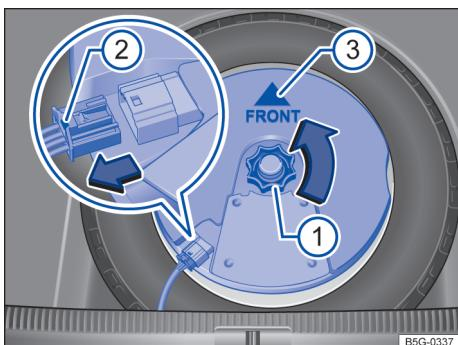
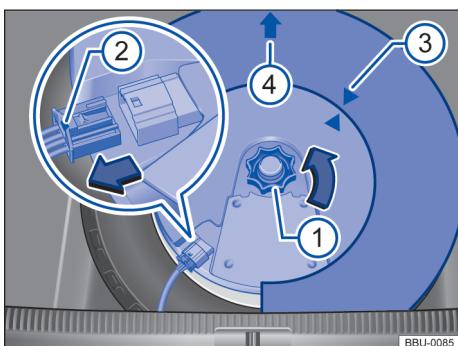

Fig. 147 No compartimento de bagagem: remover o subwoofer (variante 1).
Fig. 148 No compartimento de bagagem: remover o subwoofer (variante 2).
- Se necessário, retire o kit de ferramentas de bordo situado acima do subwoofer → Fig. 148.
- Desenrosque a roda recartilhada → Fig. 147 (1) ou → Fig. 148 (1) no sentido da seta.
- Para desbloquear o conector, pressione o travamento que há na extremidade do conector → Fig. 147 (2) ou → Fig. 148 (2).
- Coloque o subwoofer na base do aro com cuidado. Ao fazer isto, a ponta da seta "FRONT" → Fig. 147 (3) que há no subwoofer deverá apontar para frente.
- Acople o conector até que o travamento (2) ative de forma audível.
- Rosqueie a roda recartilhada (1) no parafuso prisioneiro no sentido contrário ao da seta até que o subwoofer fique bem fixado.
- Se necessário, coloque o kit de ferramentas. Ao fazer isto, a ponta da seta → Fig. 148 (4) que há no subwoofer deverá apontar para frente.
- Certifique-se de que a ponta da seta que há no subwoofer coincide com a ponta da seta localizada no compartimento do kit de ferramentas (3).